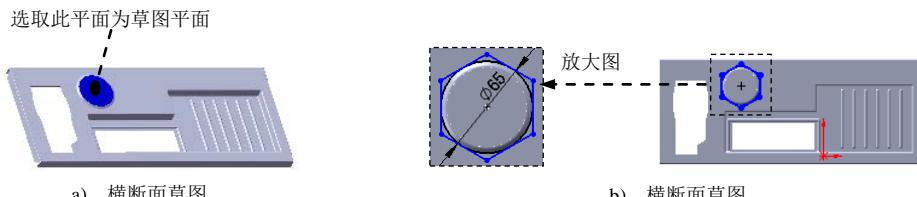

图 17.7.69 创建草图 1
Step11. 创建图 17.7.69 所示的草图 1。
(1) 选择命令。选择下拉菜单 **插入(I)** → **草图绘制** 命令。